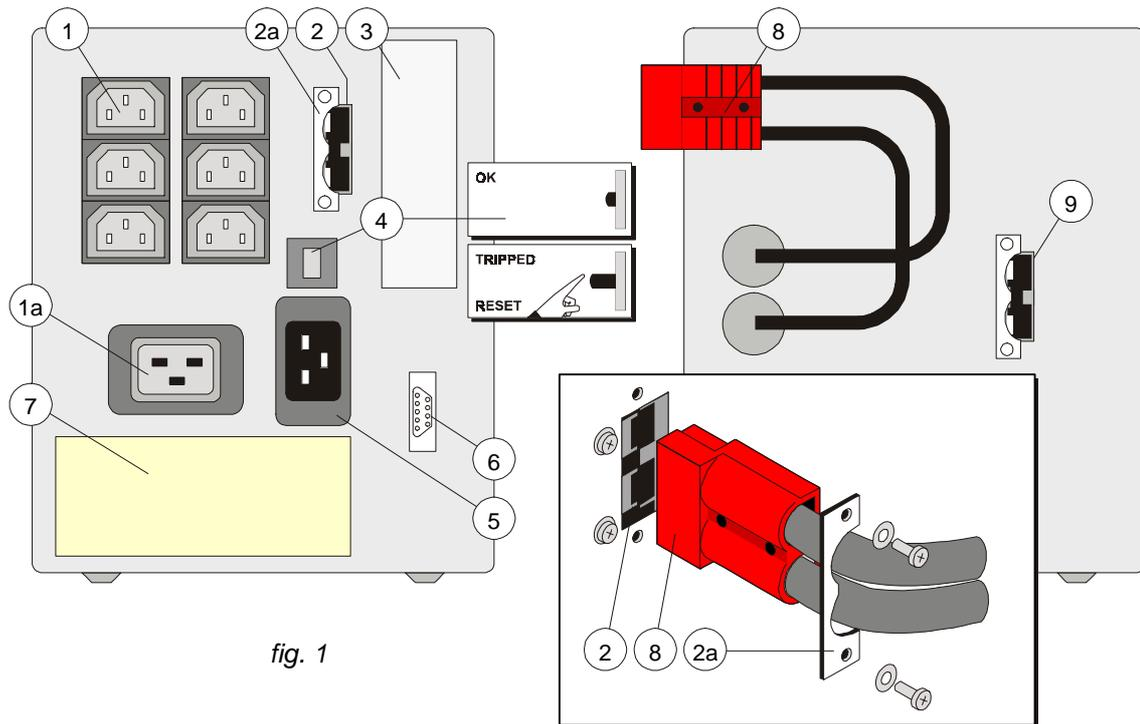
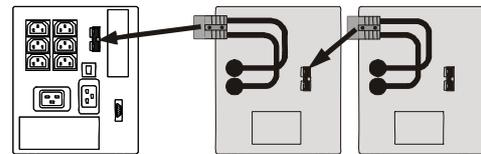
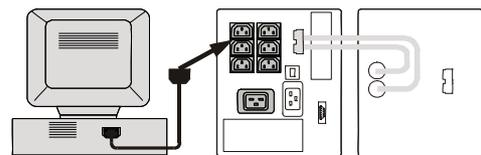
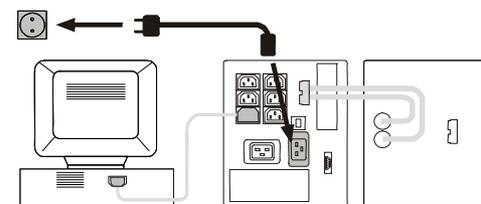

fig. 1
Abb. 2
Abb. 3
Abb. 4
- Die gesamte Leistungsaufnahme der angeschlossenen Verbrauchergeräte übersteigt nicht die Nennausgangsleistung der USV (siehe Angabe auf dem Typenschild) (7, Abb. 1).
1. Lösen Sie die beiden Schrauben und entfernen Sie die Zulentlastung (2a, Abb. 1). Stecken Sie den Stecker des Gleichstromanschlusskabels der Batterie (8, Abb. 1) in den Gleichstromanschluss (2, Abb. 1) der USV. Montieren Sie die Zulentlastung wieder mit den beiden Schrauben. Über den Gleichstromanschluss der Batterie (9, Abb. 1) können Sie Batterieerweiterungen anschließen; siehe Abb. 2 sowie Abschnitt 5.1
2. Benutzen Sie die mitgelieferten Kabel, um Ihren Rechner an die Ausgänge (1, Abb. 1) der USV anzuschließen. Verteilen Sie die Leistungsaufnahme der anzuschließenden Geräte möglichst gleichmäßig über die einzelnen Ausgänge. Wenn Sie für den Anschluss mehrerer Geräte an einen Ausgang einen Verteilerkasten benutzen, achten Sie bitte darauf, dass jeder Ausgang maximal einen Wechselstrom von 10 Ampere (Ausgänge 1) bzw. 16 Ampere (Ausgang 1a) liefern kann. Ein Ausgangskabel für den Anschluss an Ausgang 1a gehört nicht zum Lieferumfang. Siehe Abb. 3.
3. Schließen Sie das Netzkabel an den Eingang (5, Abb. 1) der USV an. Siehe Abb. 4.
4. Verbinden Sie die USV mit einer geerdeten Netzsteckdose. Siehe Abb. 4. Die grüne LED 'on' (10, Abb. 6) blinkt jetzt und leuchtet nach 30 Sekunden dauernd: das Gerät ist eingeschaltet und Ausgangsspannung ist vorhanden.
6. Für umfangreiche Kommunikationsmöglichkeiten kann die RS232-Schnittstelle (6, Abb. 1) mit dem Rechner verbunden werden und/oder können optionale Schnittstellenbausteine (3, Abb. 1) installiert werden (siehe Abschnitt 4).